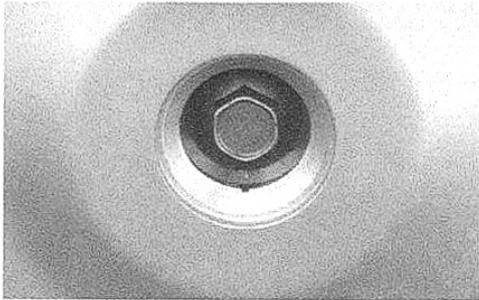

Bild 28
- Falls Spiel nicht im Toleranzbereich, Gegenmuttern lockern und Einstellschraube ein- oder ausdrehen, um Spiel in Toleranzbereich zu bringen (Bild 28).